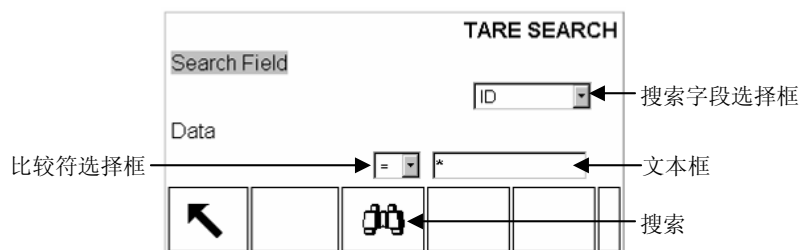

图 2-18: 皮重表的搜索窗口
6. 按查看键  进入搜索条件窗口，可以根据条件列出符合条件的记录(见图 2-18)。